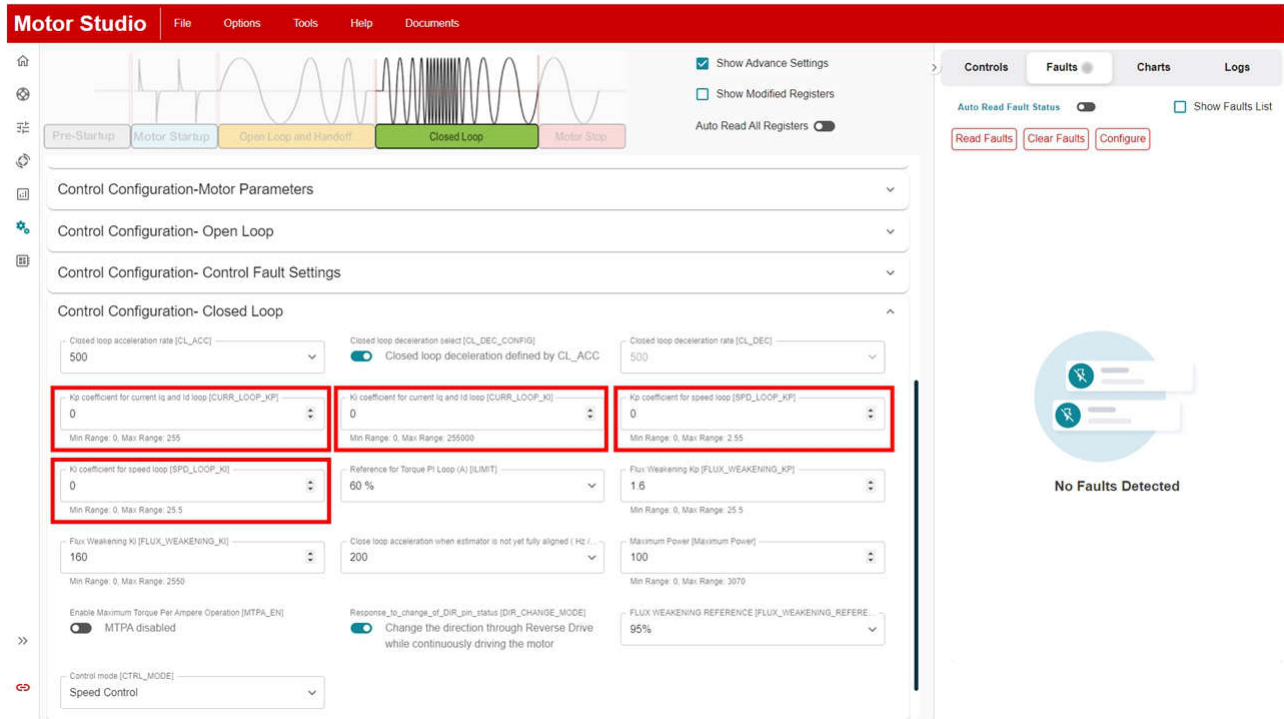

图 6-5. HW_LOCK_LIMIT
1. 使用图 6-5 中圈出的字段，将 SPD_LOOP_KP、SPD_LOOP_KI、CURR_LOOP_KP 和 CURR_LOOP_KI 设置为零。这使 MCF8329A 能够自动计算速度环路和电流环路 PI 控制器增益。